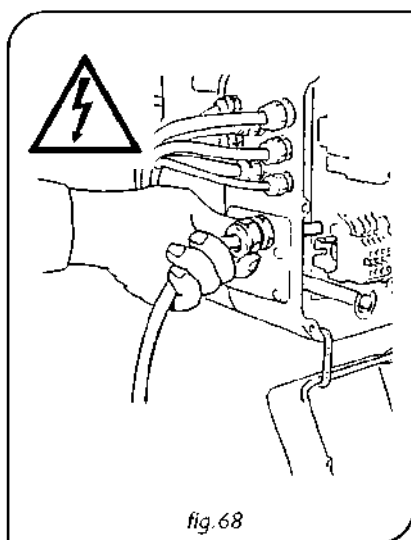

fig. 68
- **Wraz z urządzeniami sterującymi (nisko woltażowy panel sterujący i odpowiedni panel przyciskowy). W tym wypadku, okablowanie jest fabrycznie zamontowane i wymagane jest jedynie podpięcie kabla zasilającego do terminala znajdującego się w sprzęcie sterującym zlokalizowanym naprzeciwko silnika (rys. 68).**
3. Doprowadzić kabel, który musi być zaciśnięty za pomocą odpowiednich zacisków kablowych, jeśli wciągarka została wyposażona we wmontowany panel kontrolny (rys. 68).